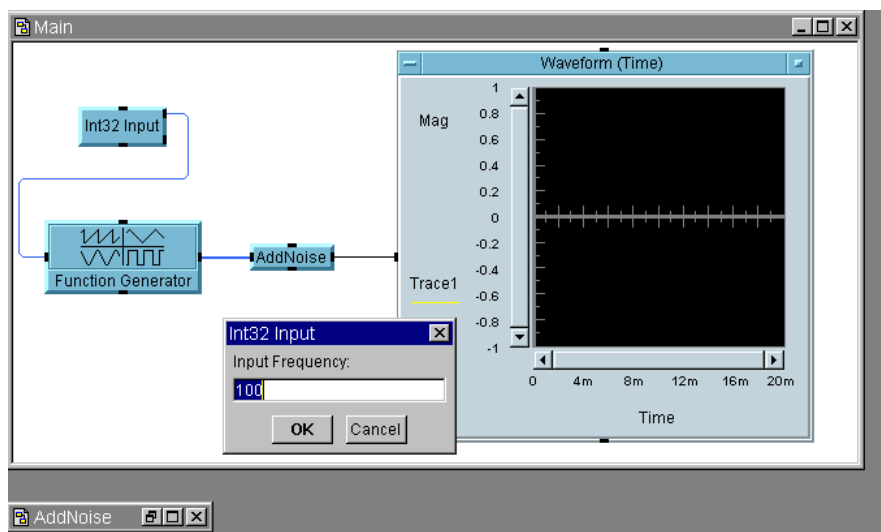

図 2-8. プログラム実行時のポップアップ入力ボックス
5. プログラムを実行します。Int32 Input の入力ボックスが表示され、Enter Frequency: と周波数の入力を求められます。入力ボックスにさまざまな周波数を入力してプログラムを実行してみてください。図 2-8 は、プログラム実行時にポップアップ入力ボックスが表示されたところを示します。ポップアップ・ボックスをクリック・アンド・ドラッグするだけで表示位置を制御できます。